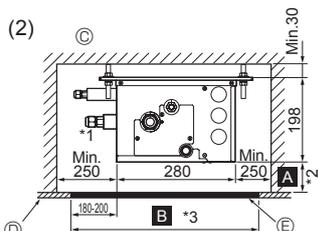
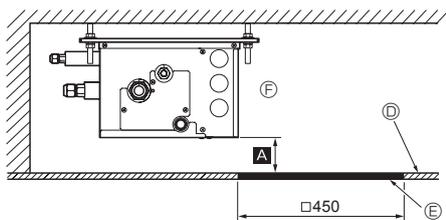

Fig. 4-5
Fig. 4-6
- (2) Sett från sidan (Fig. 4-5, Fig. 4-6)
I den händelse av "□ 450", förbered ett underhållshål på kretskortssidan (som den visas i Fig 4-6) där "Min. 300 mm" krävs som avstånd Ⓐ.